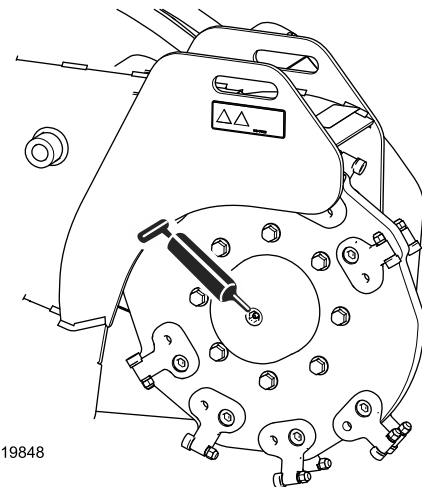

Figura 27
4. Collegate un ingrassatore a pressione a ciascun raccordo (da Figura 27 a Figura 29).